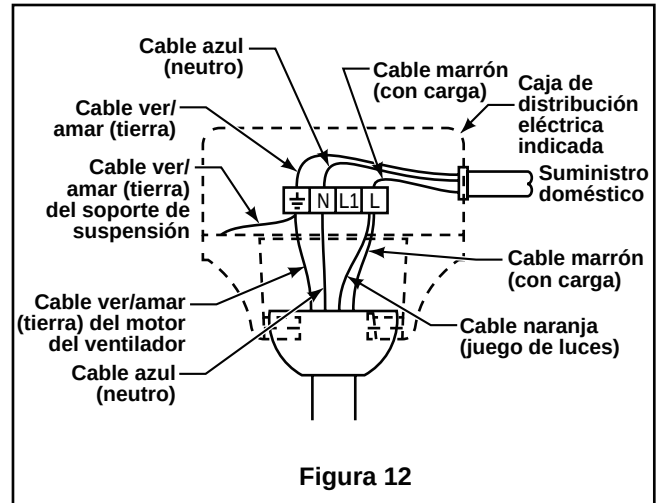

Figura 12
2. provistos de forma segura. Conecte el conductor blanco del motor del ventilador al conductor blanco (neutro) mediante el conector provisto de forma segura. Conecte el conductor negro del motor del ventilador y el conector azul al conductor negro mediante el conector provisto de forma segura. (Figura 12)